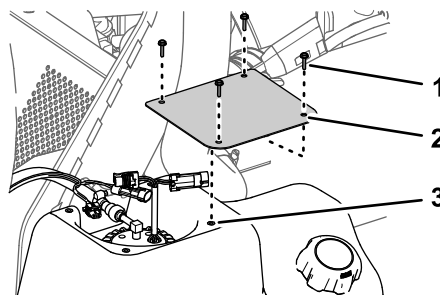

Bild 82
2. Entfernen Sie am Kraftstofftank die vier Schrauben (Nr. 10 x ¾"), mit denen die Abdeckung oben am Kraftstofftank befestigt ist, und nehmen Sie die Abdeckung ab (Bild 82).